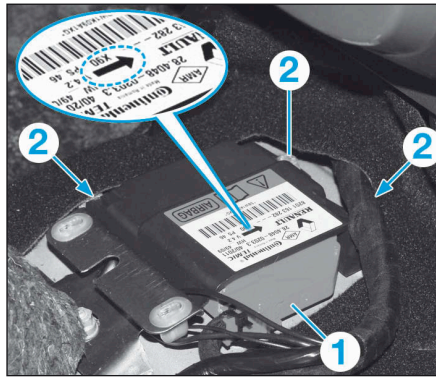

FIG.7
- Débrancher le connecteur (1) (Fig.7).
- Déposer les écrous (2) puis le calculateur d'airbags.